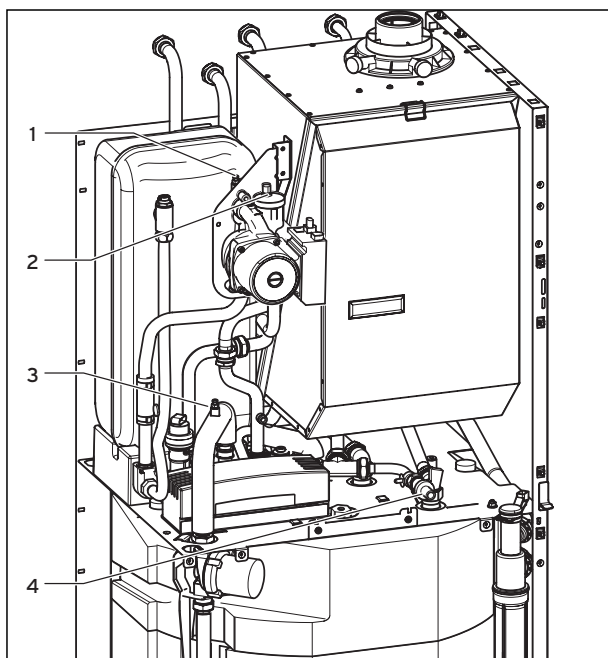

Fig. 8.9 Golirea aparatului pe partea încălzirii
- Cuplați un furtun la robinetul de golire a boilerului (5), dirijați capătul liber al furtunului la un loc adecvat de scurgere și deschideți robinetul.
- Deschideți niplul de dezaerare (3, Fig. 8.9) la țeava dintre pompă și schimbătorul secundar de căldură, pentru ca aparatul să fie golit complet.